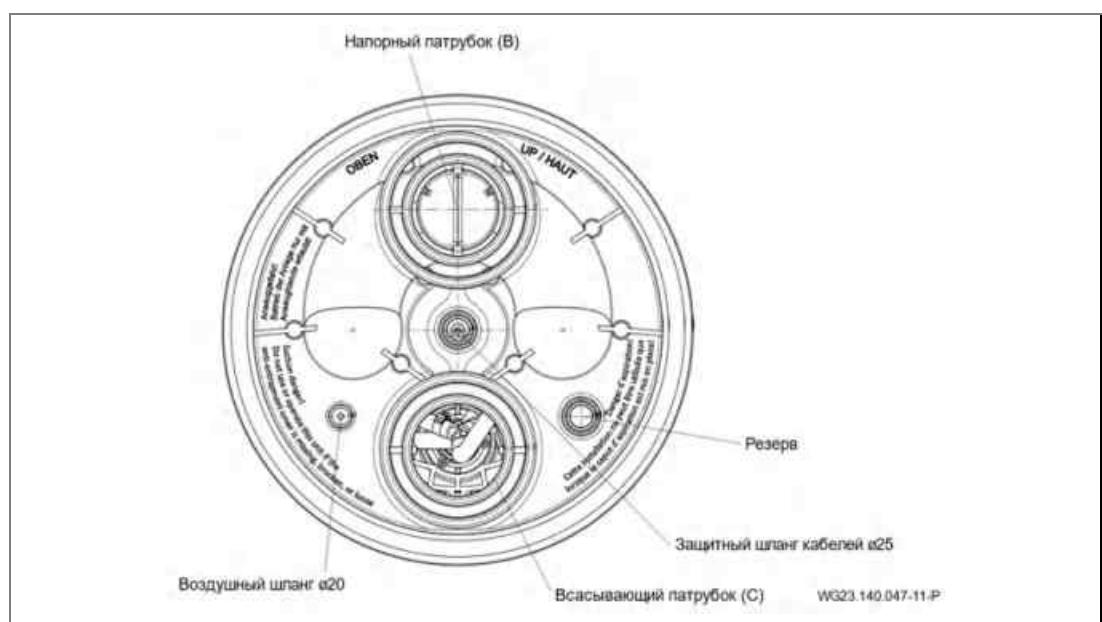

Рис. 16
1. Вклепить защитный шланг кабелей и наружный воздушный шланг. (Рис. 16)